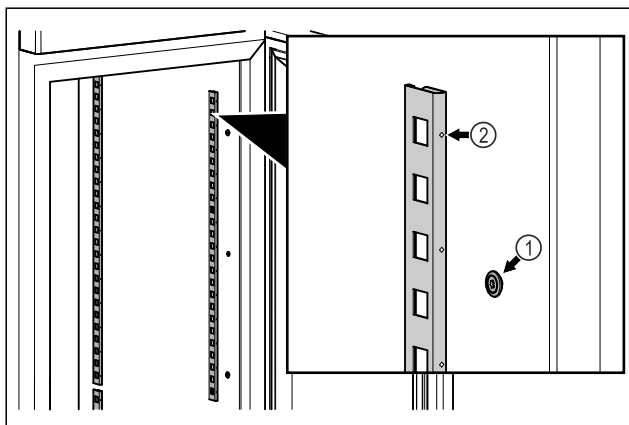

Fig. 48 Ilustrační zobrazení
- Zahákněte zářkové lišty do závěšení Fig. 48 (1). Označení Fig. 48 (2) musí směřovat dopředu.